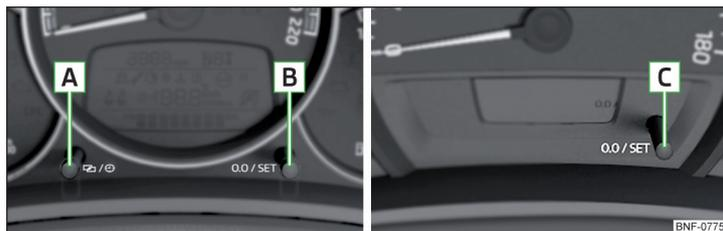

Fig. 21 Boutons sur le combiné d'instruments : Variante 1 et 2 / Variante 3
- Maintenir le bouton **[C]** enfoncé » fig. 21 à la page 38, jusqu'à ce que l'affichage de l'heure / de la température extérieure clignote à l'écran.
- Maintenez le bouton **[A]** enfoncé » fig. 21, jusqu'à ce que l'affichage de l'heure clignote à l'écran.
- Maintenir le bouton **[C]** enfoncé » fig. 21, jusqu'à ce que l'affichage de l'heure clignote à l'écran.
- Appuyer sur les boutons **[B]** ou **[C]** » fig. 21 à la page 38.
► Choisir le compteur pour le trajet parcouru (trip) et maintenir le bouton **[B]** ou **[C]** » fig. 21 à la page 38.